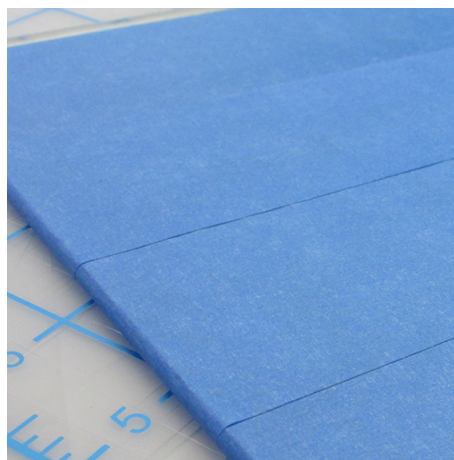

Fig. 2
2. Changer au besoin les bandes autocollantes bleues sur la vitre. Celles-ci ne devraient pas être superposées ni éloignées les unes des autres (Fig. 2);